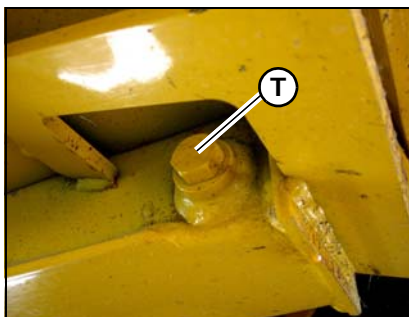

Figura 113 – Tapones de drenaje del cárter de la cadena
2. Quite los tapones de drenaje (T, Figura 113) de los dos cárteres de cadena y drene el aceite en recipientes apropiados.